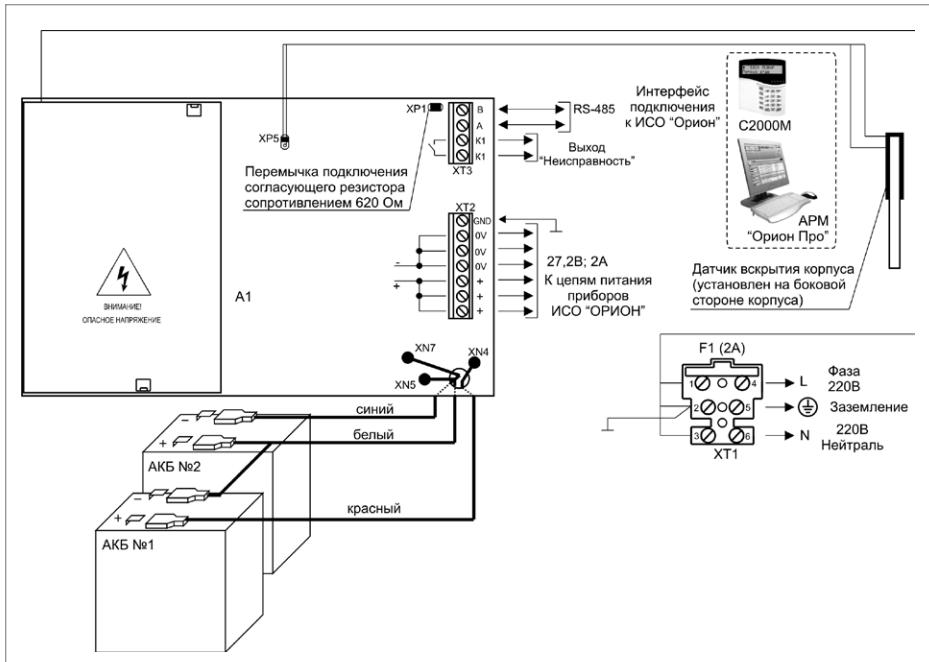

Рисунок 5.
2.6. Схемы подключения РИП-24 исп.50 (РИП-24-2/7М4-Р-RS) и РИП-24 исп.51 (РИП-24-2/7П1-Р-RS) приведены на рис. 5 и 6 соответственно.
2.16. Проверьте правильность произведённого монтажа в соответствии со схемой подключения (Рис. 5 и 6).
- 2.26. Отключите АКБ от платы РИП, отсоединив контакты X1, X2, X3, X4 от клемм АКБ (см. рис. 5 и 6).